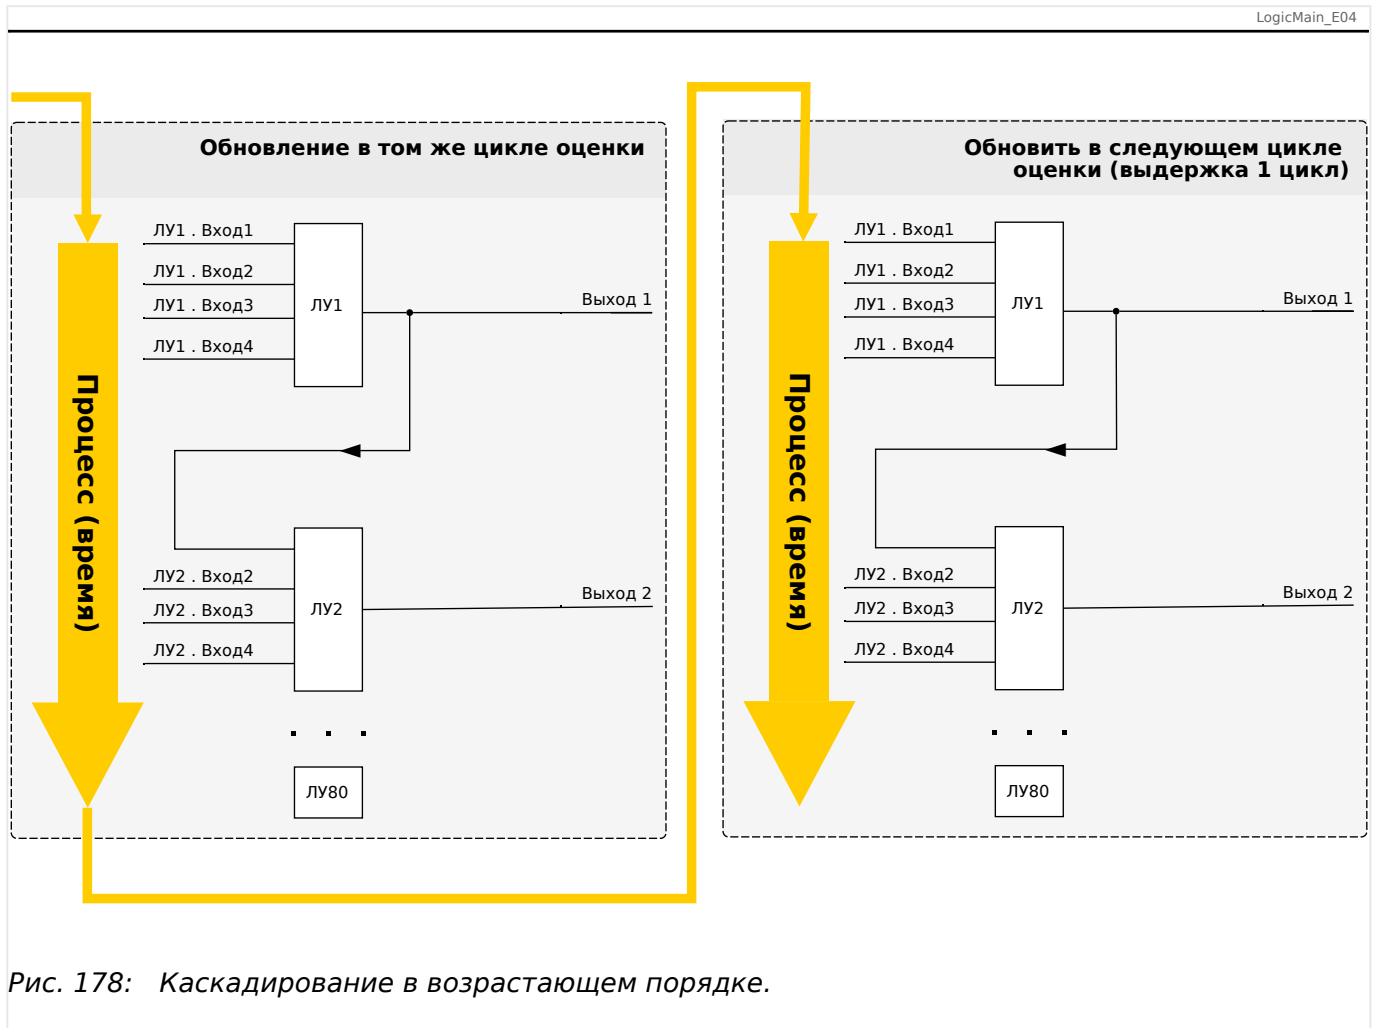
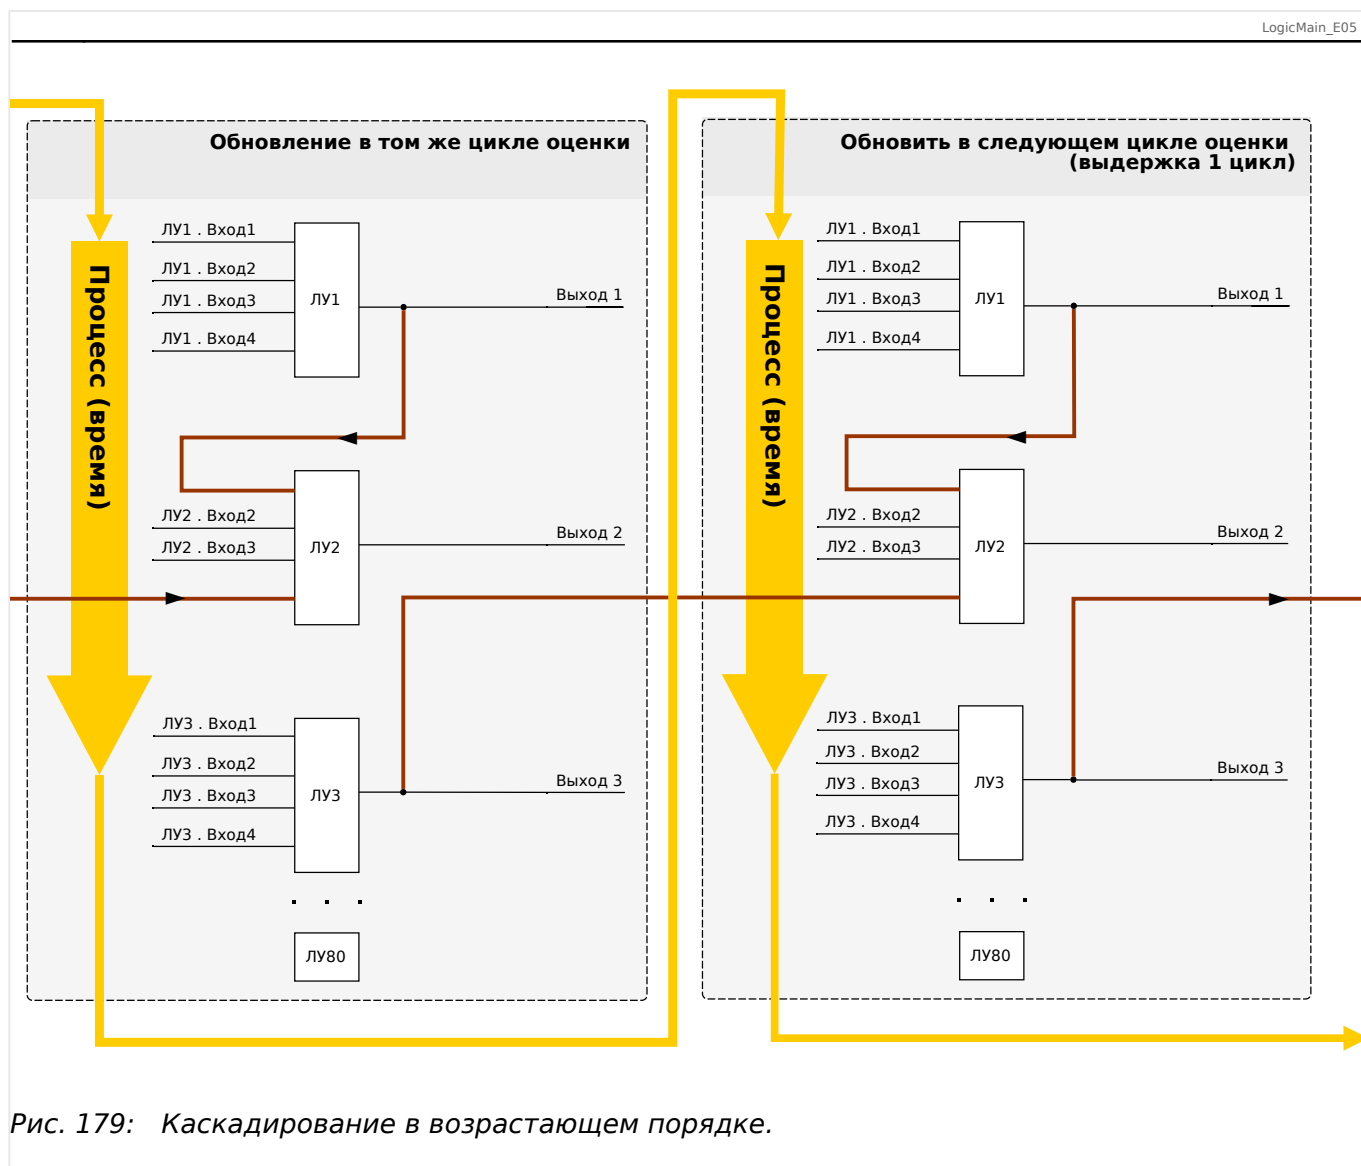

Рис. 178: Каскадирование в возрастающем порядке.
Рис. 179: Каскадирование в возрастающем порядке.
- **Возрастающий** порядок означает, что некий выходной сигнал поступает на вход одного из логических уравнений с **более высоким** номером. На приведенном ниже графике  Рис. 178 приводится пример, когда результат логического уравнения ЛУ1 используется в качестве входного сигнала для логического уравнения ЛУ2.
- **Нисходящая** последовательность означает, что некий выходной сигнал поступает на вход одного из логических уравнений с **меньшим** номером. На графике  Рис. 179 приводится пример, когда результат логического уравнения ЛУ3 используется в качестве входного сигнала для логического уравнения ЛУ2.
И возрастающий, и убывающий порядки можно не только использовать, но и комбинировать, при этом разница будет заметна не сразу. Однако, как показано в разделах  Рис. 178 и  Рис. 179 ниже, благодаря определению состояний всех уравнений в возрастающем порядке фактические рабочие значения, поступающие на вход любого из них, будут иной степени зрелости.
В представленном выше примере  Рис. 179 для «логического уравнения 2» используются состояния выходов двух других уравнений — «логического уравнения 1» и «логического уравнения 3». Результат «логического уравнения 1» используется в возрастающем порядке и, следовательно, определен в ходе того же рабочего цикла. Результат «логического уравнения 3» используется в убывающем порядке и, следовательно, определен в ходе предыдущего рабочего цикла.